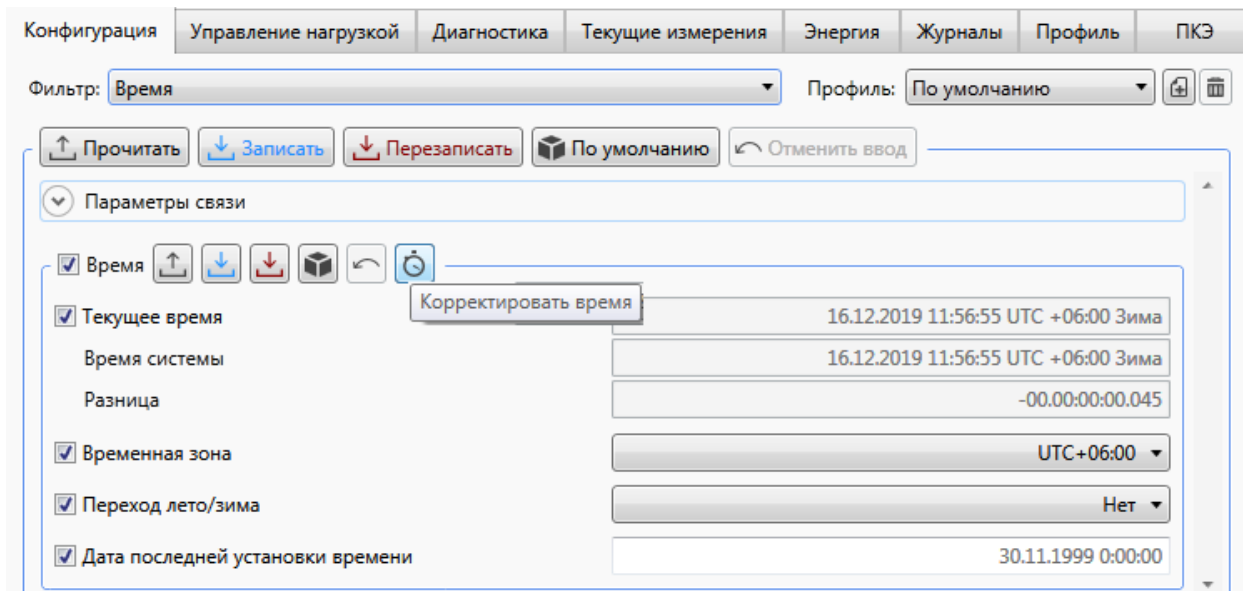

Рисунок 9.32 – Режим корректировки времени
9.5.16.3 Для изменения параметров ведения времени необходимо на вкладке *Конфигурация* в выпадающем списке *Фильтр* выбрать пункт *Время* и выполнить следующие действия (рисунок 9.32):